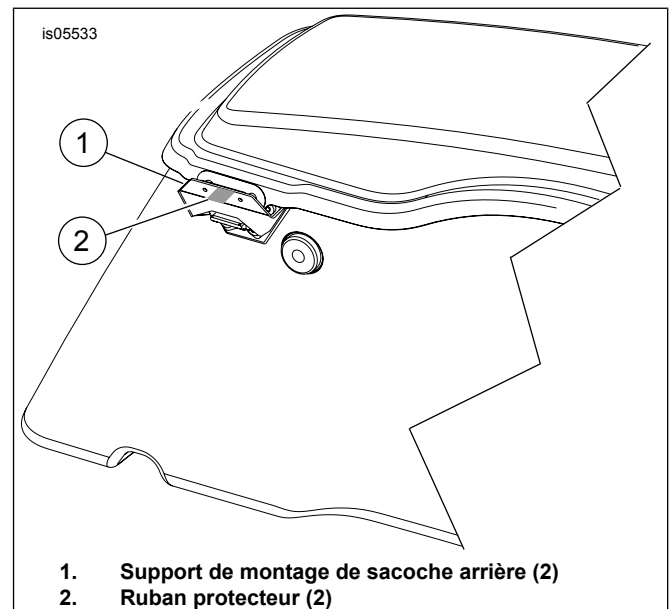

Figure 2. Placer le ruban protecteur
5. Voir la Figure 2. Mettre du ruban protecteur (2) sur le support de montage arrière (1) de la sacoche à l'emplacement indiqué. Répéter les étapes pour le côté opposé.